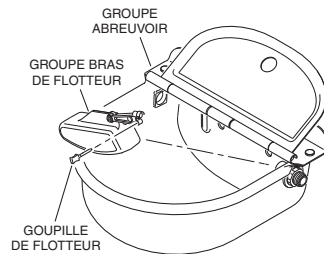
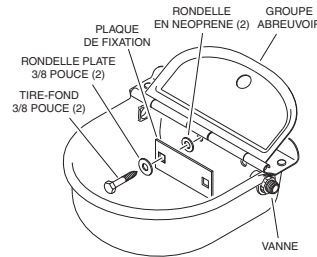

Figure 1
Figure 2
2. Pour pouvoir accéder aux orifices de fixation, démontez la goupille du flotteur et le groupe flotteur - bras de l'abreuvoir (voir Figure 1).
4. Percez deux trous aux deux (2) emplacements marqués.
5. Mettez l'abreuvoir en place suivant l'illustration (voir Figure 2 ou 3).